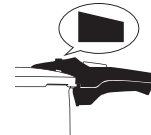

fig. 13
2. Wanneer de drukindicator in de beginstand staat en de pen niet meer zichtbaar is, is alle druk uit de snelkookpan verdwenen en kunt u deze openen (fig. 13).